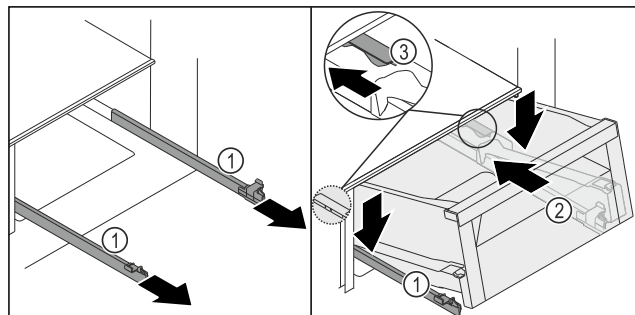
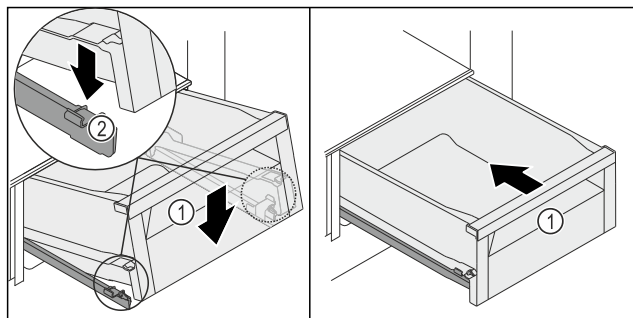

Fig. 211
Fig. 212
- ▶ Țineți ferm șinele Fig. 211 (1) și așezați sertarul Fig. 211 (2) de sus din spatele opritorului Fig. 211 (3) pe șine Fig. 211 (1).
- ▶ Împingeți sertarul Fig. 211 (2) pe șine Fig. 211 (1) până la opritor spre partea posterioară.
- Coborâți sertarul Fig. 211 (2) în față, astfel încât sertarul să alunece în stânga și dreapta în clemă Fig. 212 (2).
- Sertarul Fig. 212 (1) se fixează în poziție cu zgomot perceptibil.
- Împingeți în interior sertarul Fig. 212 (1).